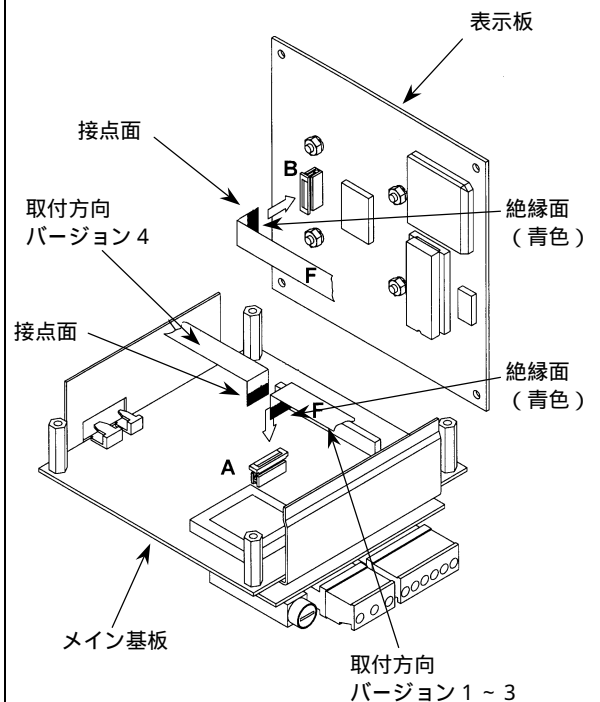

図 1.36
2) リボンケーブルを図 1.36 に示す向きにソケットに挿入します。ケーブルは奥までまっすぐに挿入してください。